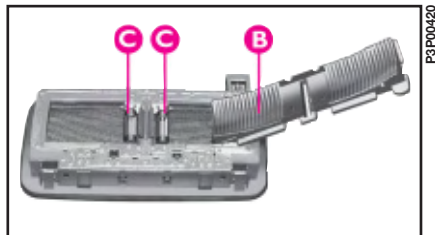

fig. 27
2) Til deksel **B**-fig. 27 omhoog en verwijder de defecte lamp **C**.